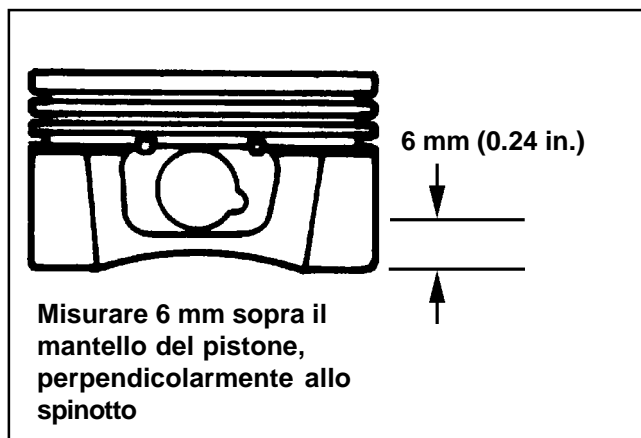

Figura 10-4. Misurazione del diametro del pistone.
1. Utilizzando un micrometro, misurare il diametro del pistone **6 mm (0.24 in.)** sopra il mantello del pistone e perpendicolarmente allo spinotto (vedere Figura 10-4).